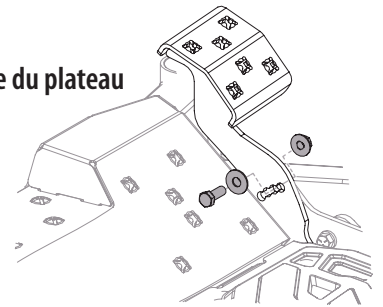

Figure 42
- Retirez le boulon hexagonal, la rondelle et l'écrou hexagonal près du centre de la pédale. Voir Figure 42.